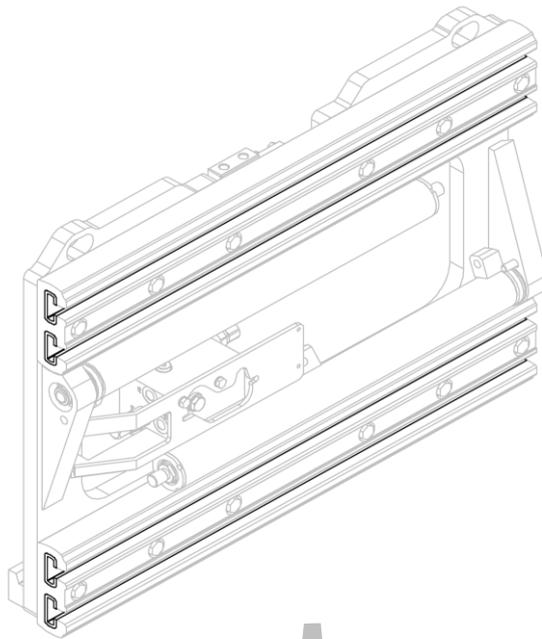
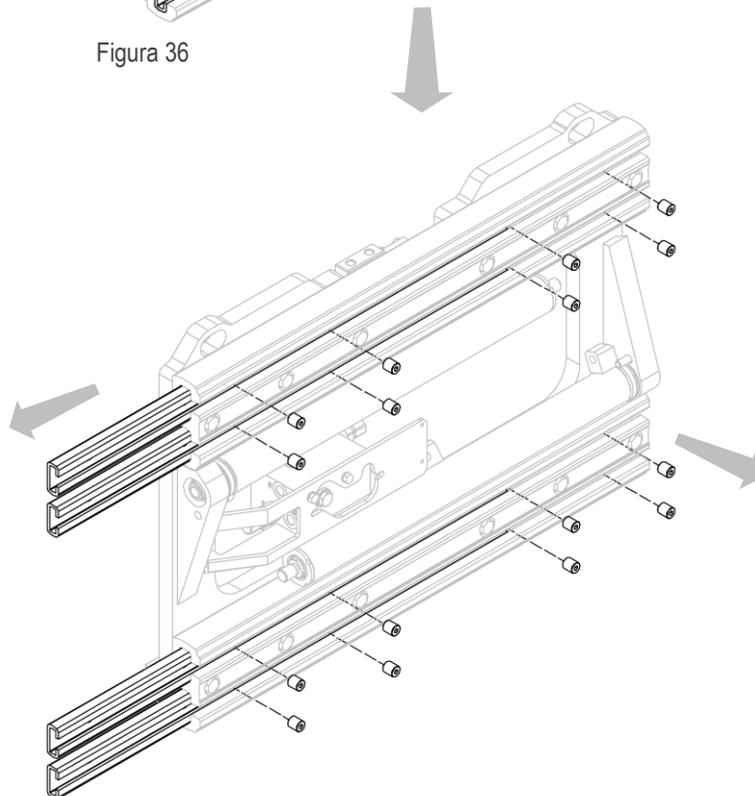

Figura 36
Figura 37
3. Rimuovere le boccole in nylon dopo aver svitato i relativi grani (vedi *Figura 36* e *Figura 37*).